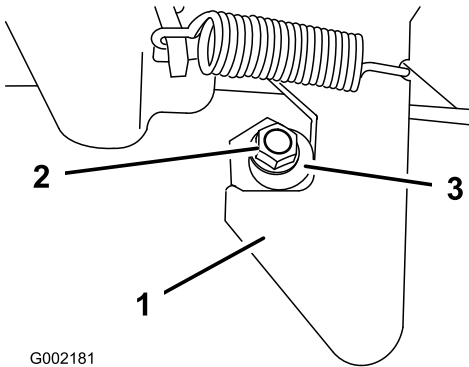

Figura 15
1. Afloje la tuerca del extremo del tope del enganche (Figura 15).
2. Gire el tope en el sentido de las agujas del reloj hasta que quede apretado contra el enganche, luego apriete la tuerca (Figura 15).